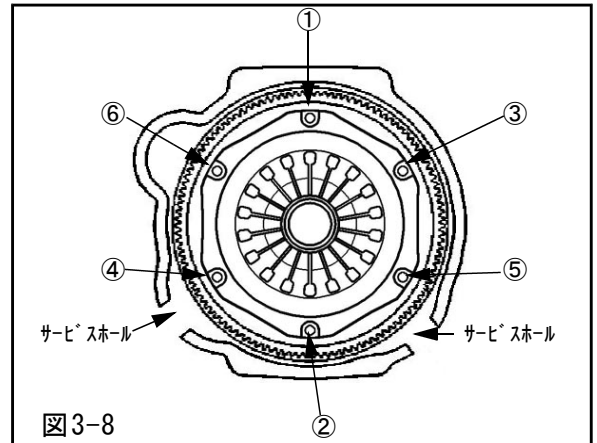

図3-8
- (8) 専用工具を使用し、クランクシャフトを回転させながらサービスホールよりクラッチカバーボルトを対角線上(図中の番号順)に均等に締込んだ後、規定トルクで締付けてください。(図3-8)